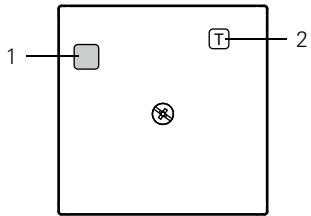

Bild 3
- FI-Schutzschalter (IP 20), Bild 3